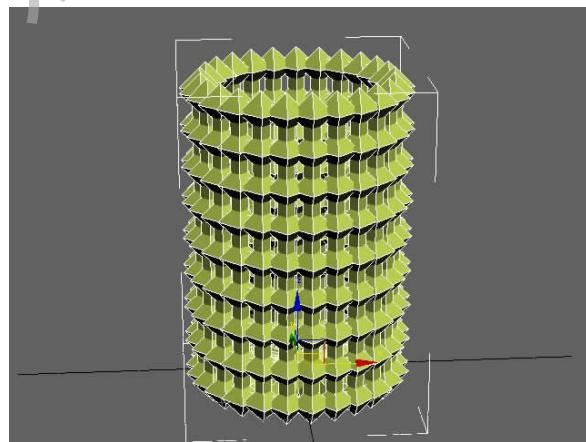

图 2-86 添加晶格修改器
Step 3. 进入修改器面板, 在修改器列表中选择“晶格”修改器, 如图 2-86 所示。